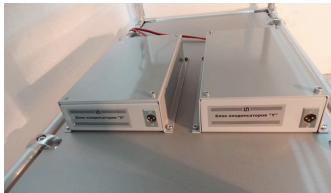

Рисунок 6.3
6.9. Блоки конденсаторов (рис. 6.3) соединяются кабелями, подключаемыми к разъемам на их торце, последовательно с кольцами Гельмгольца полеобразующей системы и образуют совместно с ними резонансные контура с частотой резонанса, равной 50 Гц.